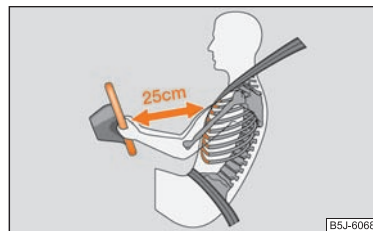

Abb. 113 Sicherer Abstand vom Lenkrad
- **Für den Fahrer und Beifahrer ist es wichtig, einen Abstand von mindestens 25 cm vom Lenkrad bzw. von der Schalttafel einzuhalten ⇒ Abb. 113. Wenn Sie den Mindestabstand nicht einhalten, kann Sie das Airbag-System nicht schützen – Lebensgefahr! Außerdem müssen die Vordersitze und die Kopfstützen immer der Körpergröße entsprechend richtig eingestellt sein.**